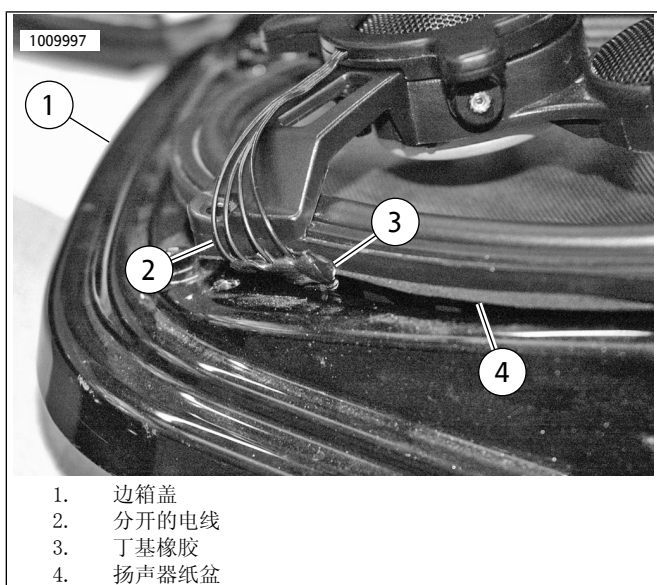

图9。
1. 参见图9。检查确认丁基橡胶(3)处在分开的电线(2)区域与边箱盖(1)之间。这样可封装线路并将扬声器纸盆(4)密封至边箱盖，防止进水。